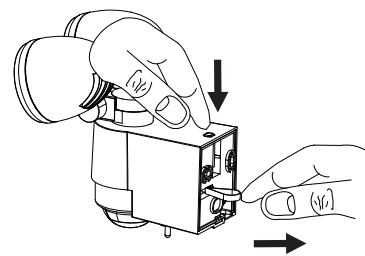

Bild 2
- Drücken Sie den Entriegelungsknopf auf der Oberseite (Bild 2) und öffnen Sie das Gehäuse durch ziehen an der Lasche der Wandhalterung